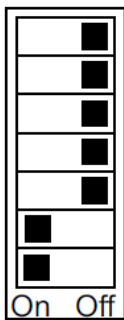

Figura 14. Dirección Profibus de dispositivo 1
(2) Para el primer equipo variador de frecuencia se debe asignar la dirección número 3 (ver Figura 14).